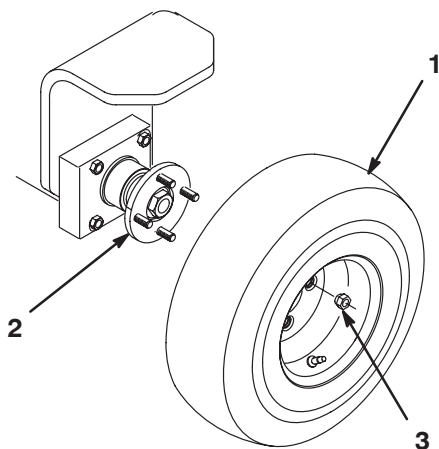

Figure 1
1. Montez l'ensemble roue sur le moyeu de roue arrière (Fig. 1).
2. Posez les écrous de roue (Fig. 1) et serrez-les à 3–5 Nm.